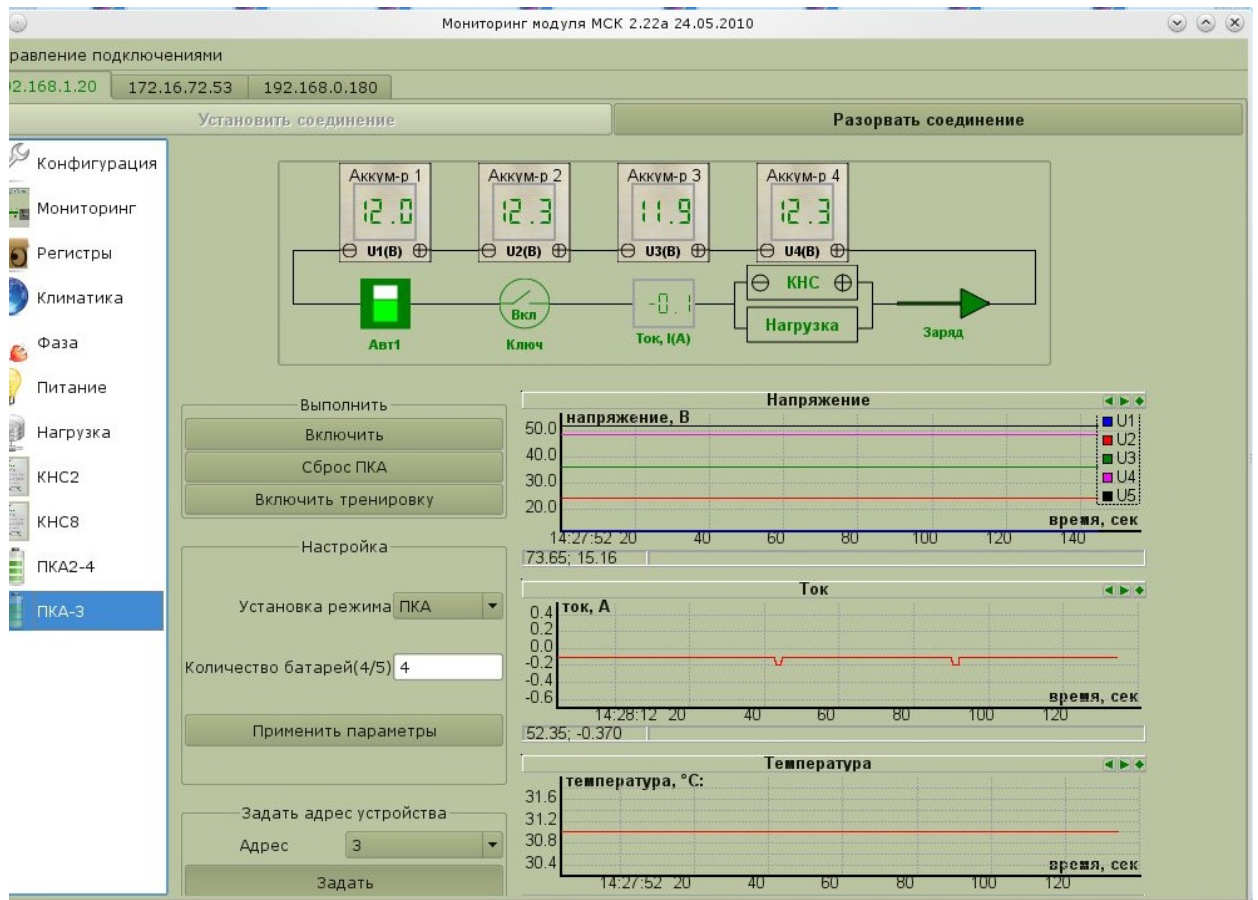
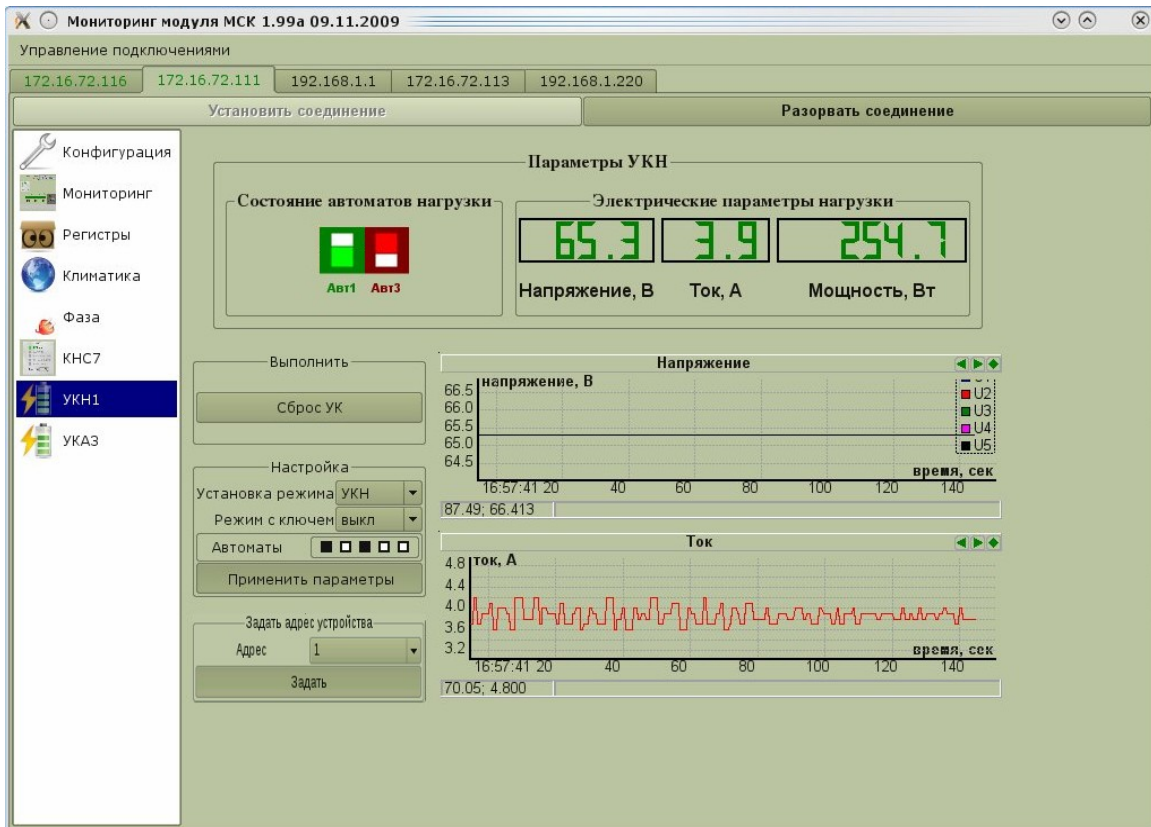
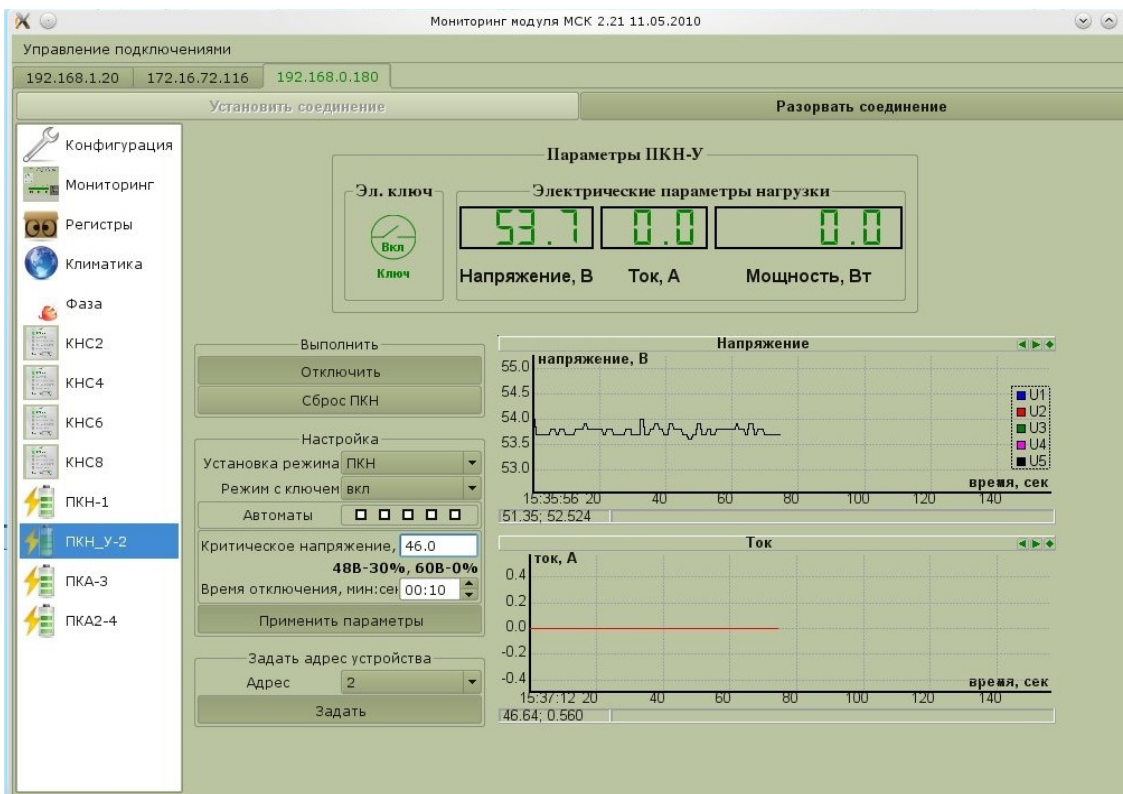

Рисунок 32: Устройство Контроля Аккумуляторных батарей
Рисунок 33: УКН без ключа
Рисунок 34: ПКН с ключом
разделе «ИДП350-3» (Рис.32) число «3» в названии означает номер занятого разъема модулем ИДП350.
В разделе «УКА» (Рис.32) располагаются графики изменения во времени напряжения(здесь значения напряжения на банках суммируются) и тока. Слева от графиков расположены:
- таблица «Настройка», позволяющая задать пусконаладчикам режим УКА (Рис.32 или УКН Рис.33) (смена режима поддерживается не всеми платами) и задать количество
В случае выбранного режима УКА (режим контроля за АКБ) (Рис.32) в самом верху окна мы также можем видеть схему, изображающую аккумуляторные батареи, количество которых задано в таблице «Настройка», и связанные с ними внешний «автомат-тумблер» (Вкл/Выкл), «полевой» ключ (Вкл/Выкл), значение и направление тока. Когда «автомат» выключен (на схеме он будет отмечен красным цветом), аккумуляторные батареи закрашены серым цветом, а значения напряжений на них в этом случае могут быть не верны.
На вкладке «УКН» (Рис.33 и Рис.34) располагаются графики изменения во времени напряжения и тока. Слева от графиков расположены:
- таблица «Настройка». Здесь можно задать режим УКА (Рис.32) или УКН (Рис.33 и Рис.34) (смена режима поддерживается не всеми платами). Если в вашем устройстве имеется полевой ключ, то можно выставить режим работы с ключом (Рис.34) (Когда он выставлен, то программа на плате МСК отключает данным ключом нагрузку при пропадании фазы или ДП по прошествии заданного количества времени в поле «Время отключения» и при условии, что напряжение, измеряемое устройством, меньше задаваемого здесь «Критического напряжения»(в поле ниже отображается это напряжение в процентном отношении от заряда аккумуляторных батарей для 48 вольтовой системы и 60 вольтовой). При появлении сети нагрузка включается автоматически). Так же УКН может мониторить до 5 автоматов подключенных к нему — выберите здесь номера автоматов подключенных к устройству. Для применения настройки нажмите кнопку «Применить параметры». Для окончательного сохранения параметров в системе следуют нажать кнопку **«Сохранить настройки всех устройств»** во вкладке **«Конфигурация»**
Вверху окна (Рис.33 и Рис.34) также присутствует информация о мониторируемых автоматах(красный — выкл., зеленый — вкл.), ключе(в режиме работы с ключом), величине тока, напряжения и мощности.